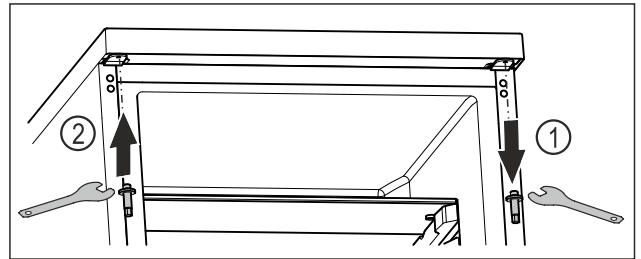

Fig. 15
- ▶ Lironi bulonat e sipërm me çelësin e jashtëm kriket. Fig. 15 (1)
- ▶ Shtrengoni fort bulonat e anës së kundërt me çelësin e jashtëm kriket. Fig. 15 (2)